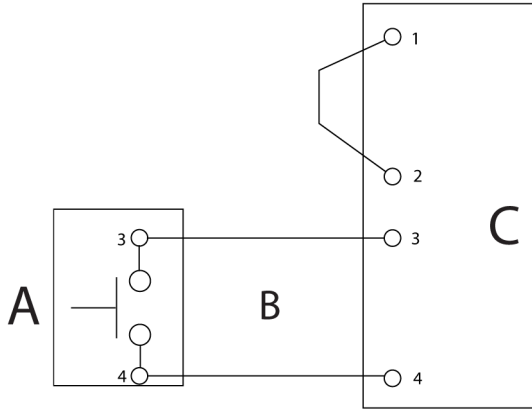
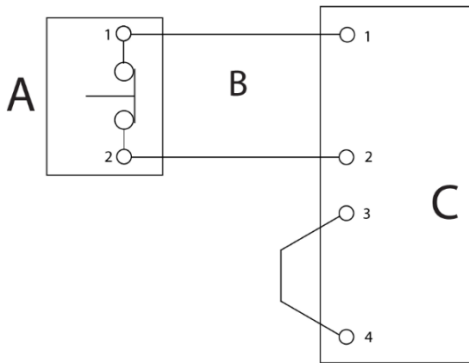

Figura 29. Cablaggio interruttore EPO remoto normalmente aperto
Figura 30. Cablaggio interruttore EPO remoto normalmente chiuso
5. Collegare il cablaggio come mostrato nella tabella 17 e nella figura 29 per un EPO remoto normalmente aperto o nella tabella 18 e nella figura 30 per un EPO remoto normalmente chiuso.